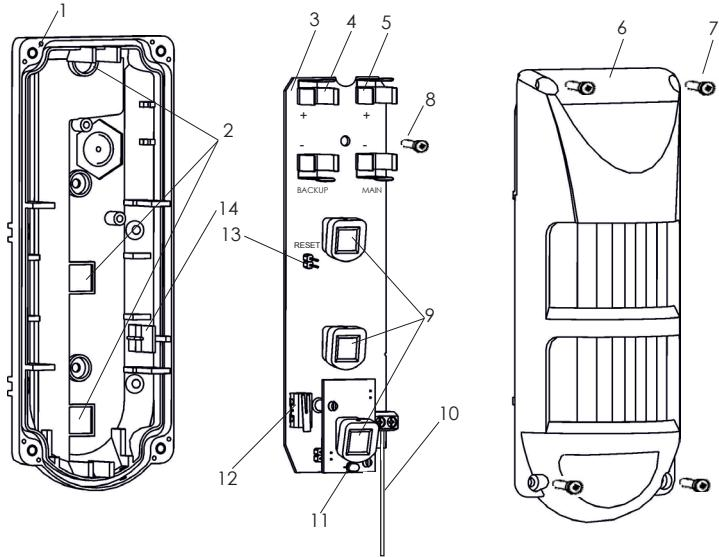

Рисунок 1 – Конструкция «Ri-OMD-1C»
Датчик (рисунок 1) состоит из основания (1), печатной платы (3) и крышки (6). На печатной плате расположены держатели двух батареи CR123A – основной (5) и резервной (4), три ИК пироприемника (9), антенна (10), входит в комплект поставки, двухцветный световой индикатор (11), датчик вскрытия корпуса (12), и контакты RESET (13). Печатная плата фиксируется на основании защелкой (14) и винтом (8). Крышка (6) крепится к основанию (1) четырьмя винтами (7) с использованием герметизирующей прокладки.